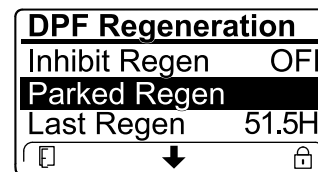

Figura 52
- Si el ordenador del motor solicita una regeneración de recuperación o si está procesando una regeneración de recuperación y se desplaza hasta la opción PARKED REGEN (Regeneración con la máquina aparcada), la regeneración con la máquina aparcada se bloquea y aparece el icono del candado (Figura 52) en la esquina inferior derecha del InfoCenter.